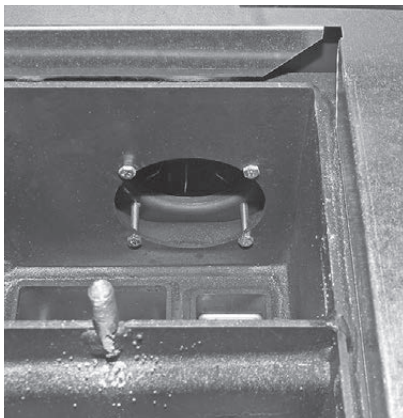

Fig. 26 Rimuovere le 4 viti
- Rimuovere le 4 viti a testa esagonale interne in corrispondenza delle superfici riscaldanti – Fig. 26. Rimuovere con cautela il ventilatore gas combusti.